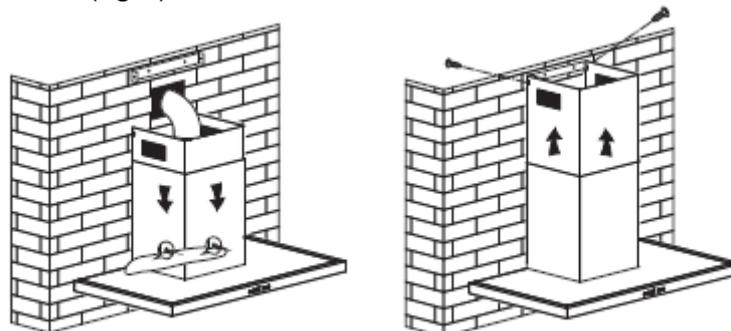

fig. 6
- Levante la chimenea superior hasta el límite máximo y fíjela a la horquilla con la ayuda de los tornillos(fig.6).